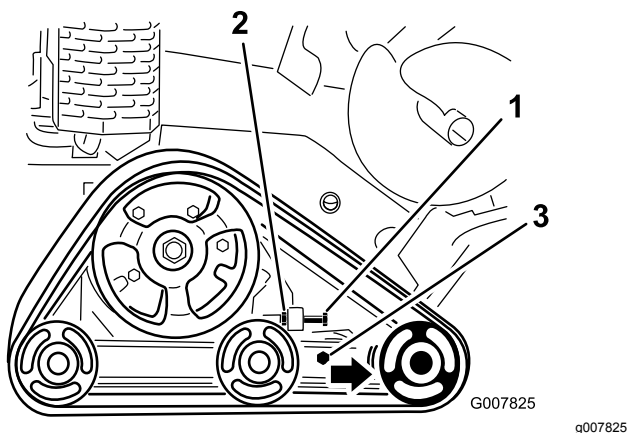

Figura 46
3. Afloje la contratuerca del perno tensor de la oruga, y los pernos de fijación del brazo tensor (Figura 46).
4. Apriete el perno tensor a 32.5–40 N·m (24–30 pies-libra) para tensar la oruga (Figura 46).
4. Afloje el perno tensor y la contratuerca (Figura 46).
5. Afloje los pernos de fijación (Figura 46).